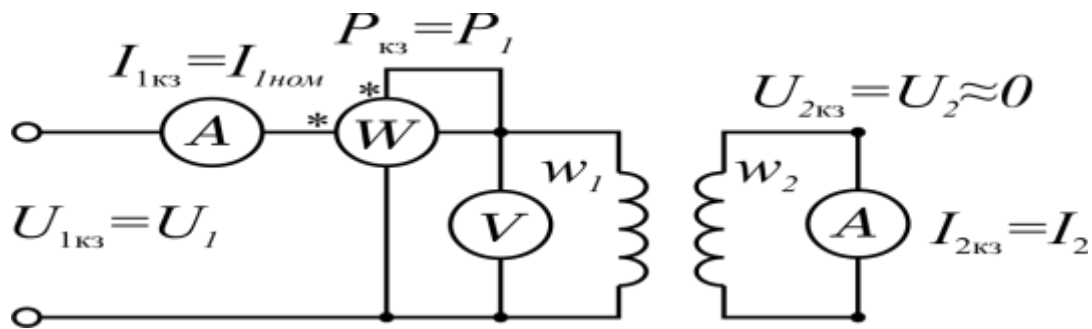

Рисунок 7.18. Режим короткого замыкания
1. Трехфазный трансформатор имеет магнитопровод, набранный из листовой трансформаторной стали, на котором размещены две обмотки (рис. 7.18) с числом витков w_1 и w_2 .